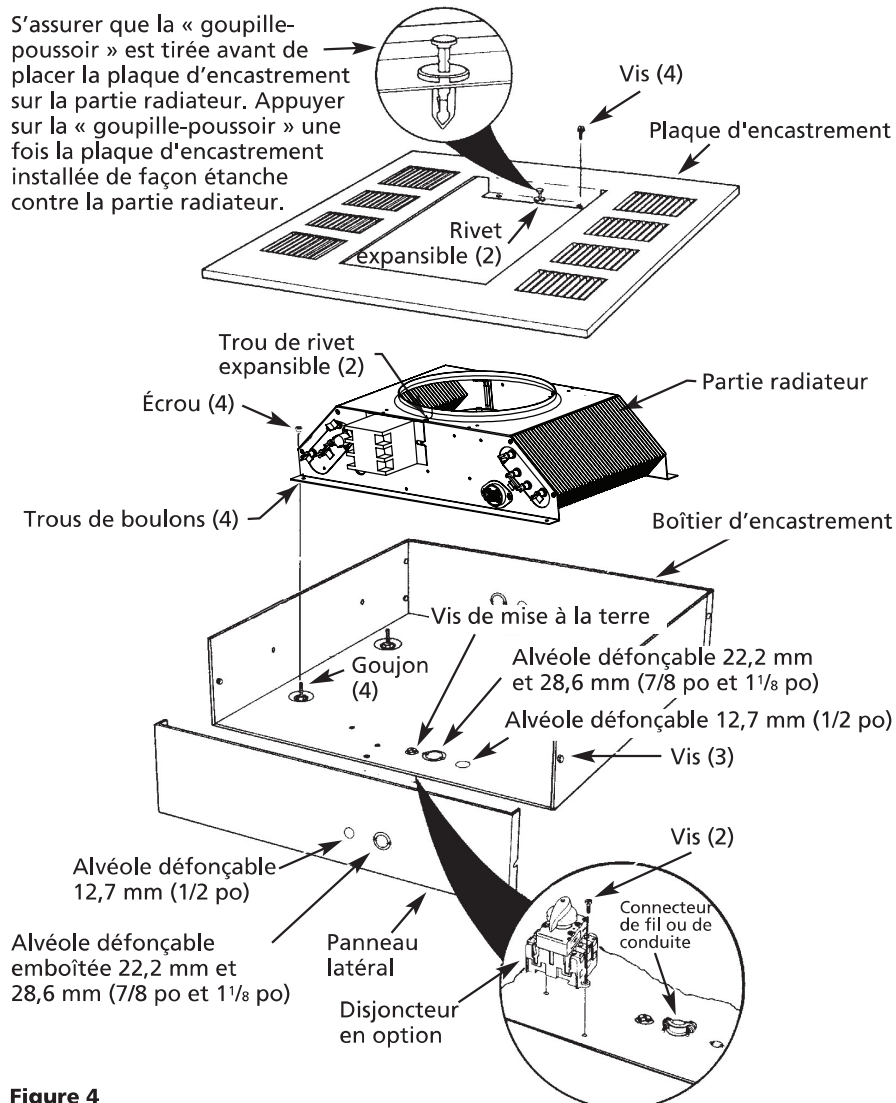

Figure 4
## INSTALLATION DE RADIATEURS ENCASTRÉS DANS DES PLAFONDS « T » : 2YU36, 2YU37, 2YU39, 2YU41 ET 2YU43 (voir les Figures 4 et 5, pages 5 et 6)
1. Retirer le radiateur encastré de l'emballage en carton. Le radiateur inclut (1) boîtier d'encastrement, (1) radiateur, (1) plaque d'encastrement et (1) jeu de grilles d'évacuation.
2. Séparer le boîtier d'encastrement de l'ensemble. Enlever les quatre (4) écrous des goujons pour séparer le radiateur du boîtier d'encastrement. **Ne pas jeter** les écrous car ils seront utilisés à l'étape 9 pour remonter le radiateur sur le boîtier d'encastrement.
3. Enlever les trois vis et le côté du boîtier d'encastrement pour faciliter le câblage (Figure 4).
4. Enlever une des alvéoles défonçables et installer un connecteur de câble ou de conduite (Figure 4).
5. Installer le disjoncteur en option 2YU45 (si exigé, comme indiqué à la Figure 4). Consulter le Manuel d'installation des accessoires pour câbler correctement.
8. Placer la partie radiateur sur les goujons dans le boîtier d'encastrement (Figure 4).
9. Pousser la partie radiateur sur les goujons et serrer fermement les quatre (4) écrous (mis de côté à l'étape 3) sur les goujons pour fixer solidement le radiateur dans le boîtier d'encastrement (Figure 4).
**REMARQUE :** S'assurer que la « goupille-poussoir » des rivets à expansion à chaque extrémité de l'ouverture de la grille d'évacuation est tirée vers l'extérieur pour laisser le corps des rivets à expansion s'ajuster dans les trous de la partie radiateur (Figure 4).
d'encastrement à la partie radiateur (Figure 4).